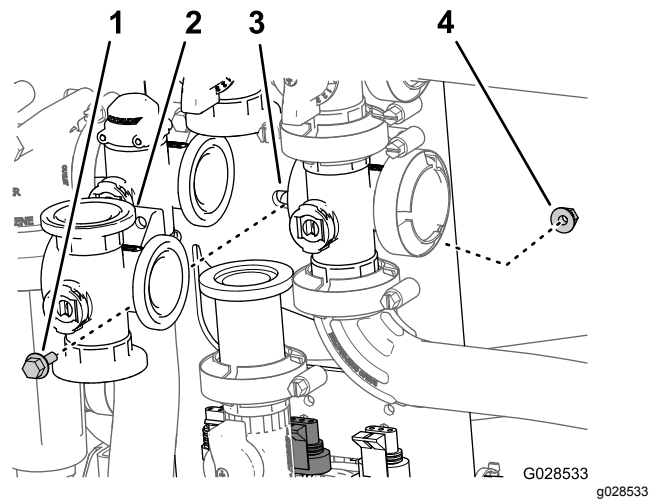

Figure 86
2. Retirez le boulon à embase et le contre-écrou à embase qui fixent la vanne d'agitation au support, puis déposez le collecteur de la machine (Figure 86).